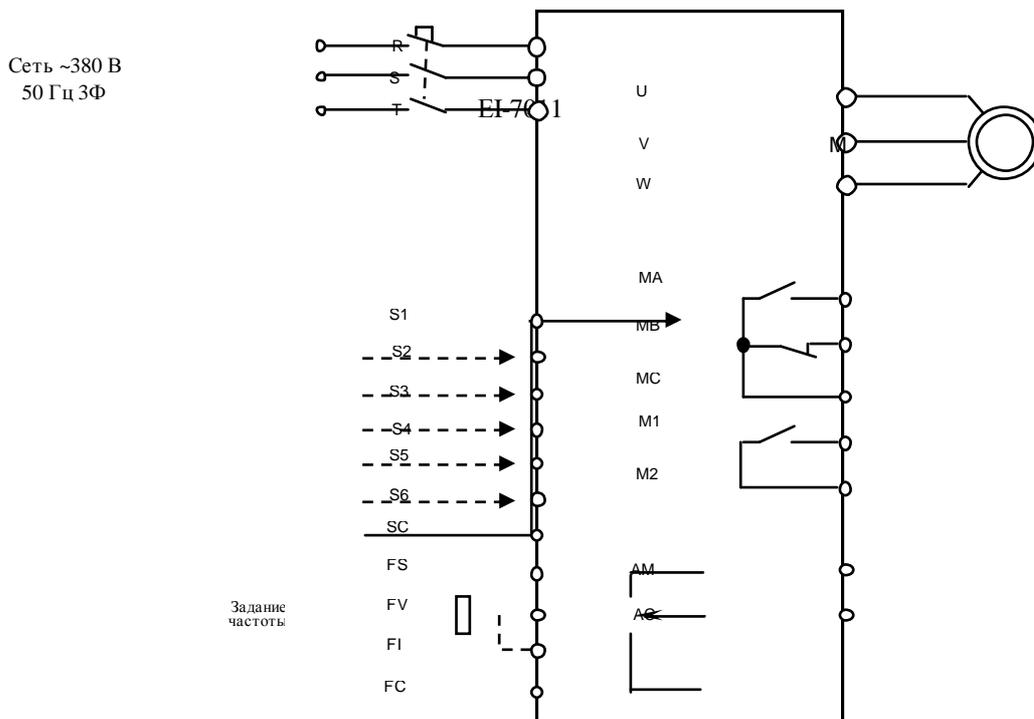

Рис. 4.28. Диагностика входных и выходных цепей управления
4.17.1. Подключить электродвигатель к выходным клеммам U, V, W (рис. 4.28).
4.18.3. Подключить один из концов проволочной перемычки (рис. 4.28) к клемме SC. Подключить электродвигатель к выходным клеммам U, V, W.